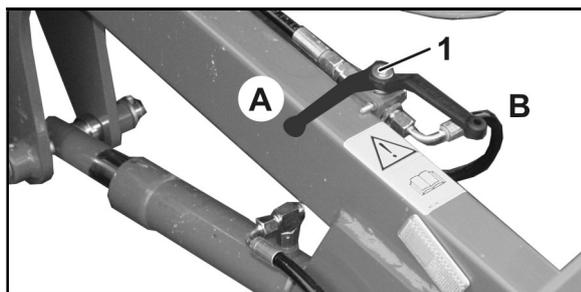

Fig. 85
6. Colocar la palanca selectora (Fig. 85/1) en posición **A**.